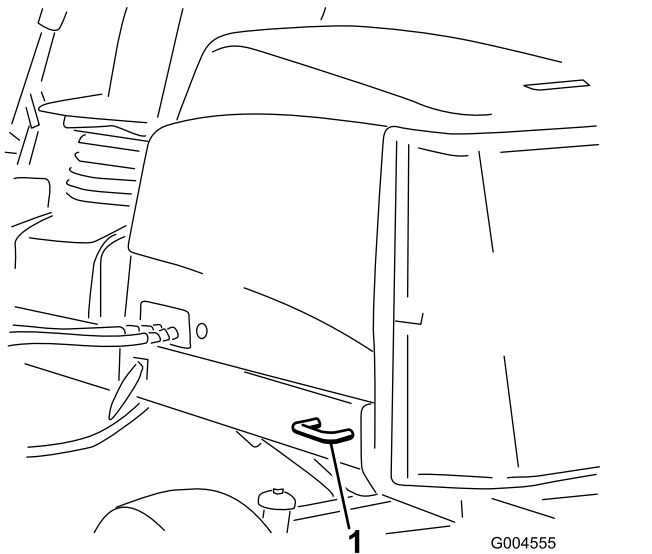

Figura 71
- Posteriori – ogni lato della macchina sul telaio posteriore (Figura 71)